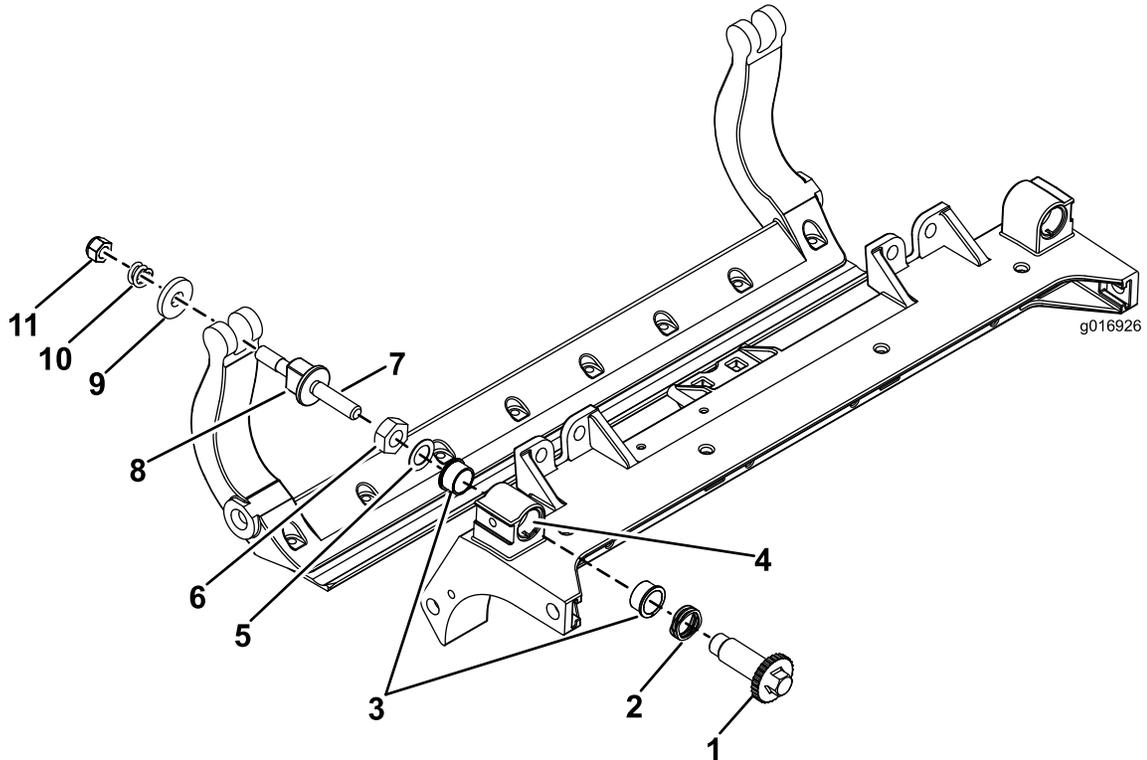

Bild 30
1. Entfernen Sie alle Teile (siehe *Installationsanleitung* für das HD-DPA-Kit und Bild 30).
2. Tragen Sie ein Mittel zur Vermeidung des Festfressens innen im Büchsenbereich am mittleren Schneideinheitrahmen auf (Bild 30).
3. Fluchten Sie die Keile an den Flanschbüchsen mit den Schlitzten im Rahmen aus und setzen Sie die Büchsen ein (Bild 30).
4. Legen Sie eine Wellenscheibe auf die Einstellerwelle und schieben Sie die Welle auf die Flanschbüchsen im Schneideinheitrahmen (Bild 30).
5. Befestigen Sie die Einstellerwelle mit einer Flachscheibe und einer Sicherungsmutter (Bild 30).
12. Legen Sie eine Stahlscheibe außen auf jede Nylonscheibe (Bild 30).
Hinweis: Die Scheiben innen können einen Abstand aufweisen (Bild 30).
15. Ziehen Sie die Mutter an jedem Untermesserträger einstellbar an, bis die Druckfeder ganz zusammengedrückt ist, lösen Sie die Mutter dann um eine halbe Umdrehung (Bild 30).